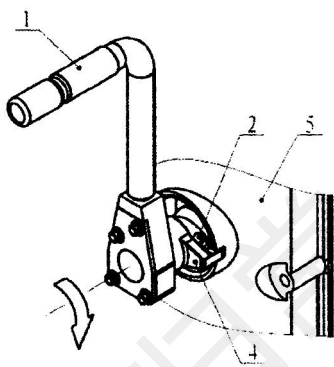

图3
c. 保持拨套4位置不变，摇动摇手柄使起动销2插入柴油机起动轴的凹槽内，此时拨套4上的方销也应插入齿轮室盖5上的方槽内（见图3）：
d. 右手握住摇手套1，顺时针摇动摇手柄，开始正常起动柴油机（见图3）；